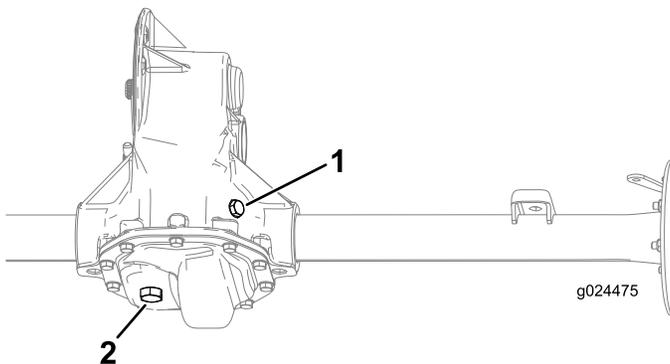

Bild 36
2. Entfernen Sie die Füllschraube am Getriebe (Bild 36).
3. Wenn der Ölstand niedrig ist, füllen Sie Öl der angegebenen Sorte ein, bis es aus dem Loch ausläuft (Bild 36).
1. Stellen Sie eine Auffangwanne unter die Ablassschraube (Bild 36).
2. Entfernen Sie die Füllschraube und die Dichtung (Bild 36).
3. Entfernen Sie die Ablassschraube und die Dichtung und lassen das Öl vollständig ablaufen (Bild 36).